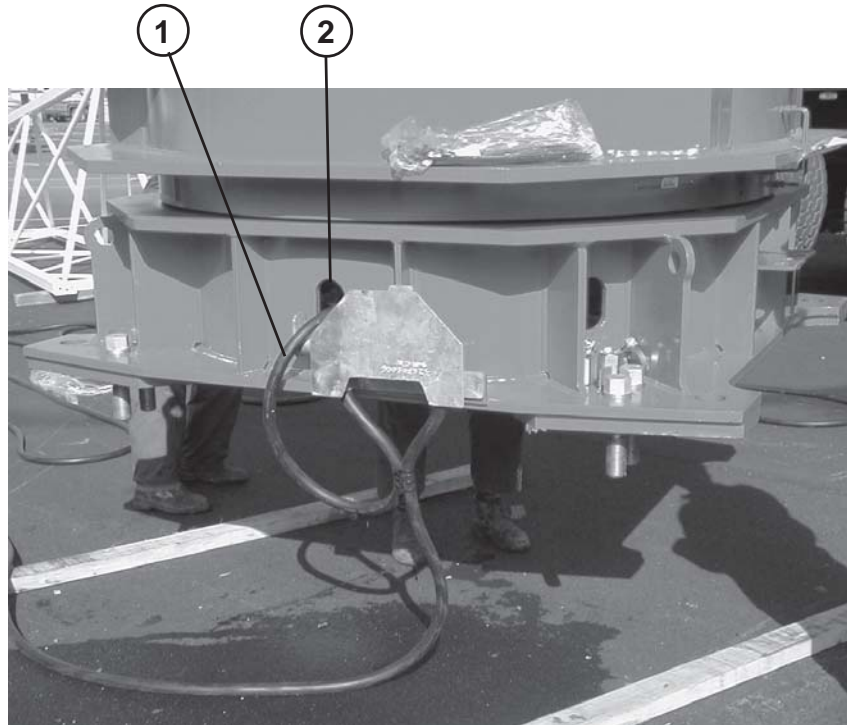

Abb. 2.1.1
Vor der Montage des Drehwerks auf dem letzten Turmschuss, das Basiskabel (1) durch den entsprechenden Schlitz (2) in das Innere der Gruppe führen (Abbildung 2.1.1).